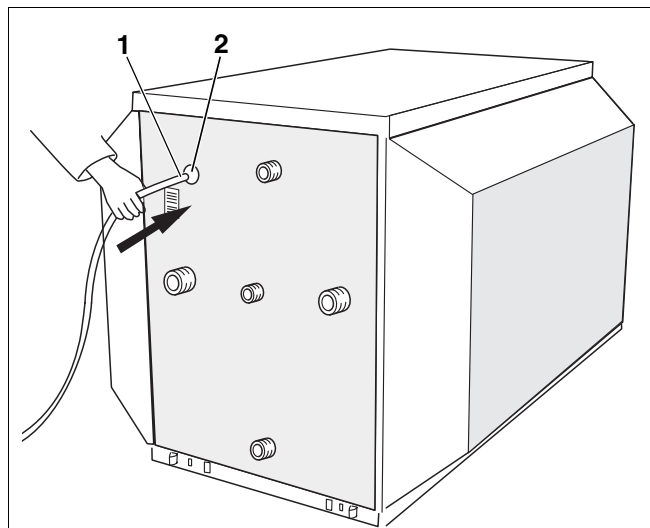

Fig. 11 Monter la sonde de température
- Introduire la sonde de température (fig. 11, **pos. 1**) par l'arrière du préparateur dans la perforation du chemin de câbles (fig. 11, **pos. 2**).